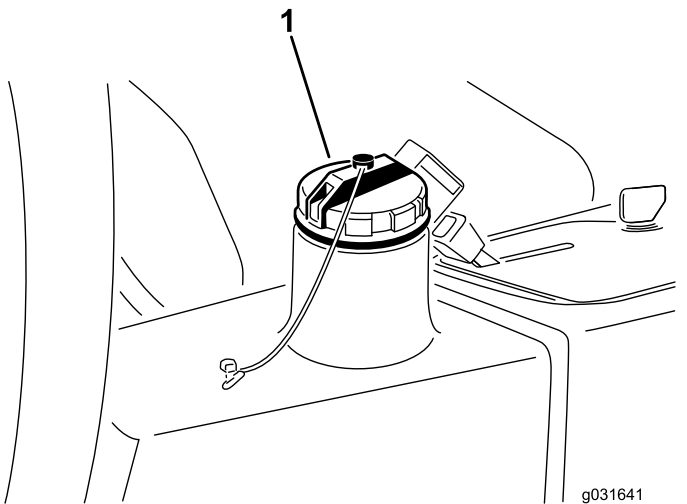

Figura 66
4. Llene el depósito (Figura 66) con aproximadamente 13,2 litros de fluido hidráulico; consulte Especificación del fluido hidráulico (página 54) y Comprobación del nivel de fluido hidráulico (página 55).